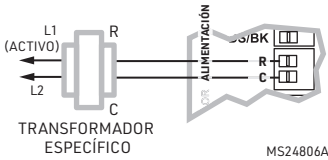

Fig. 4.
- 3. Conecte un transformador de 24 V y 40 VA a los terminales R y C. El terminal R es activo y el C es de 24 V CA (común). Consulte la Fig. 4.